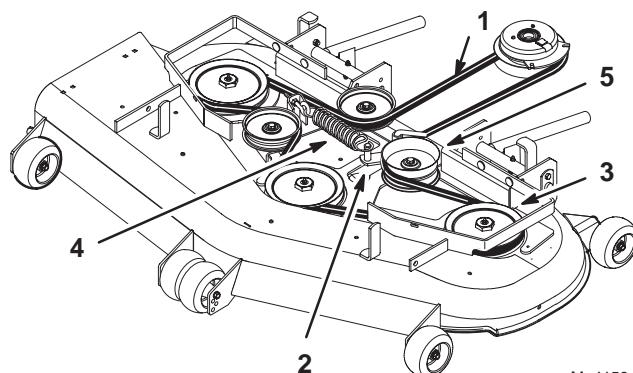

Figure 58
- Déposez la courroie. Commencez à la poulie extérieure et tournez la courroie pour la déposer (Fig. 58).
- Remettez la poulie de tension en place et installez la courroie sur les autres poulies (Fig. 58).